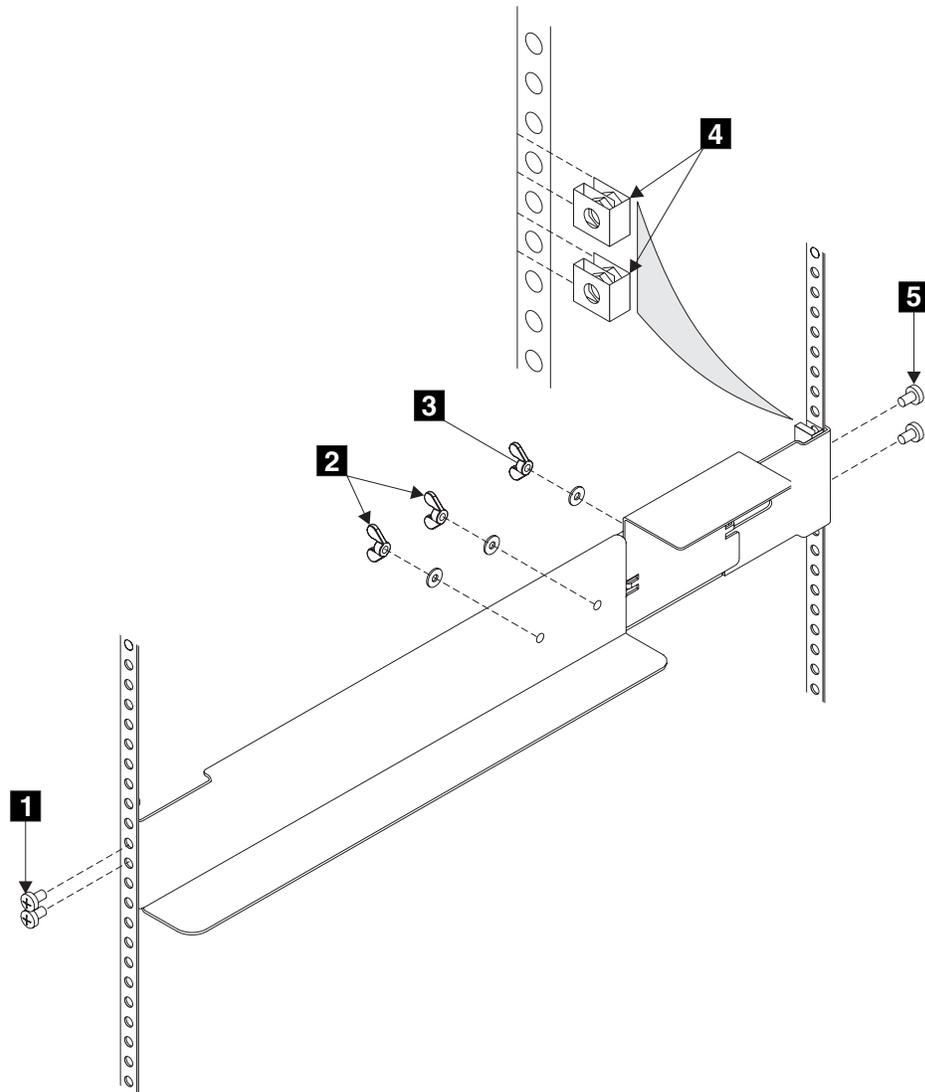

図 35. 2145 UPS 用サポート・レールのラックへの取り付け
1. ナット・クリップ **4** をラックに取り付けます (図 35 を参照)。これらのナット・クリップは、サポート・レール・フランジの 2 番目と 4 番目の穴に位置が合っている必要があります。